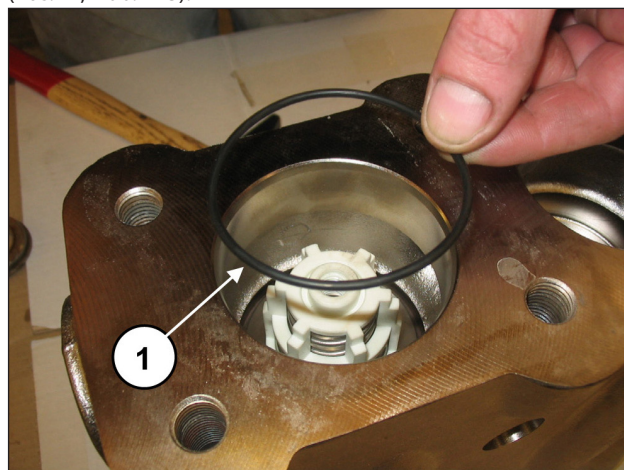

Abb. 123
Setzen Sie den O-Ring ein, Pos. 17 Explosionszeichnung (Pos. ①, Abb. 123).